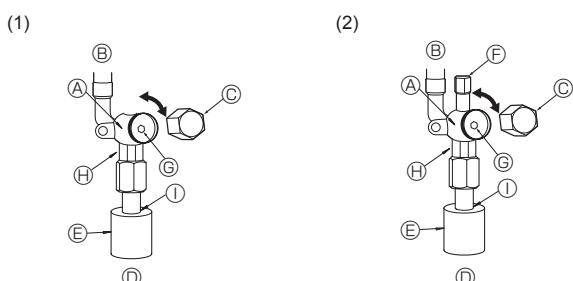

Fig. 4-5
(1) Gasside (Fig. 4-5)
(2) Kontroller, at stopventilen er helt åben og drej hætten tilbage til den oprindelige position.